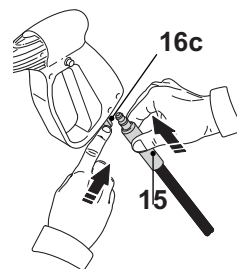

Fig. 5
1. Poussez le loquet (16c) du pistolet (16) pour ouvrir le port de connexion, puis insérez le connecteur du tuyau haute pression (15) (Fig. 5)
2. Relâchez le loquet (16b); le tuyau (15) est verrouillé en position. Vérifiez que la connexion tient bien en tirant légèrement sur le tuyau. Il ne doit pas pouvoir se détacher.